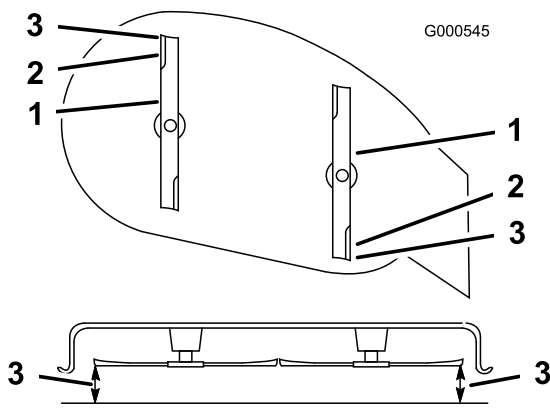

Figure 41
6. Mesurez la distance entre le haut de la lame avant et la pointe de la lame arrière par rapport à la surface plane (Figure 41). Si la pointe de la lame avant n'est pas de 0 à 6 mm plus basse que la pointe de la lame arrière, réglez le contre-écrou avant.
Remarque: Poursuivez le réglage de l'écrou jusqu'à ce que la pointe avant de lame soit de 0 à 6 mm plus bas que la pointe arrière (Figure 41).